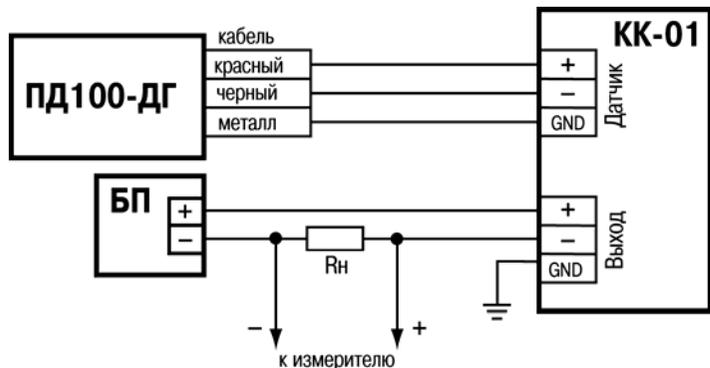

Рисунок 4.1 - Схемы соединения КК-01
- продеть кабель от датчика ПД100-ДГ через нижний кабельный ввод 3 и закрепить провода кабеля на плате 4 в винтовом разьеме «Датчик» в соответствии со схемой (см. рисунок 4.1);